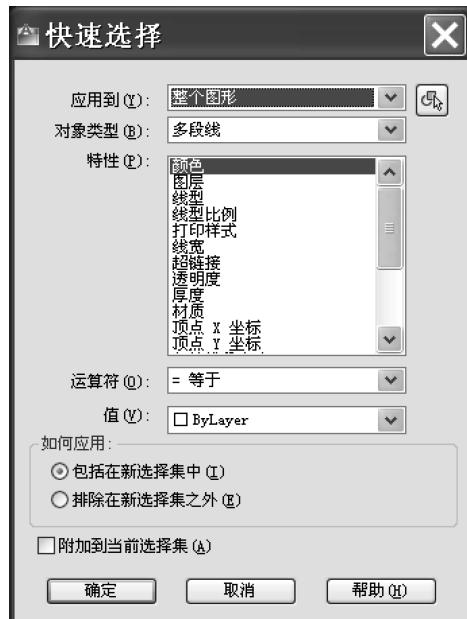

图 5-8 【快速选择】对话框
1) 快速选择。在 AutoCAD 2012 中，需要选择具有某些共同特点的对象时，可利用【快速选择】对话框，根据所选择对象的图层、线型、颜色、图案填充等项的要求和特征，来进行选择。具体操作：单击菜单【常用】→【实用工具】中的 \square 按钮。打开如图 5-8 所示的【快速选择】对话框，然后按所选的功能进行选择。各功能选项如下：